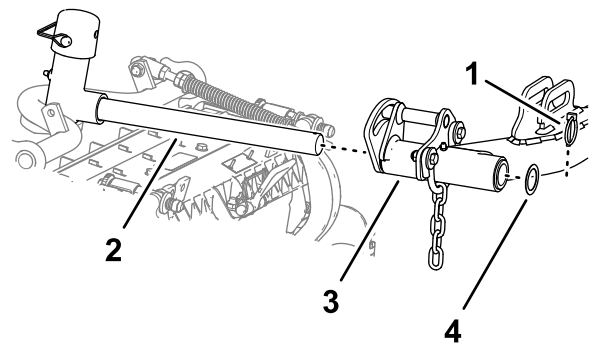

**Figura 21**
**Blocarea pivotului unității de tăiere pentru tăierea ierbii în rampă-** Blocați pivota unității de tăiere pentru a preveni rotirea unităților de tăiere în pantă, atunci când tăiați iarba într-o zonă deluroasă. Folosiți orificiul de pe furca pivotului (Figura 21), pentru a bloca unitatea de tăiere. Folosiți fanta pentru o unitate de tăiere cu sistem de direcție.